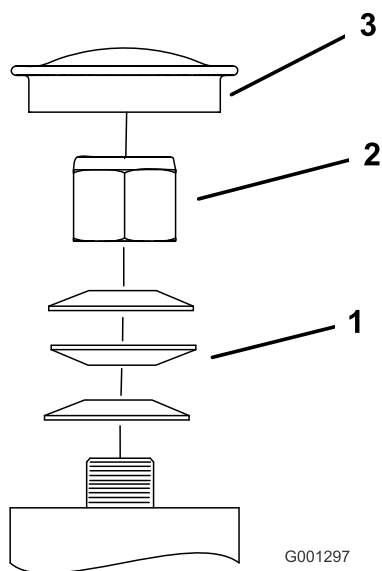

Figura 68
3. Retire el tapón guardapolvo de la rueda giratoria y apriete la contratuerca (Figura 68).
4. Apriete la contratuerca hasta que las arandelas de muelle estén planas, luego afloje 1/4 de vuelta para establecer la pre-carga correcta de los cojinetes (Figura 68).
Importante: Asegúrese de que las arandelas de muelle están correctamente instaladas, según se muestra en Figura 68.
5. Coloque el tapón antipolvo (Figura 68).